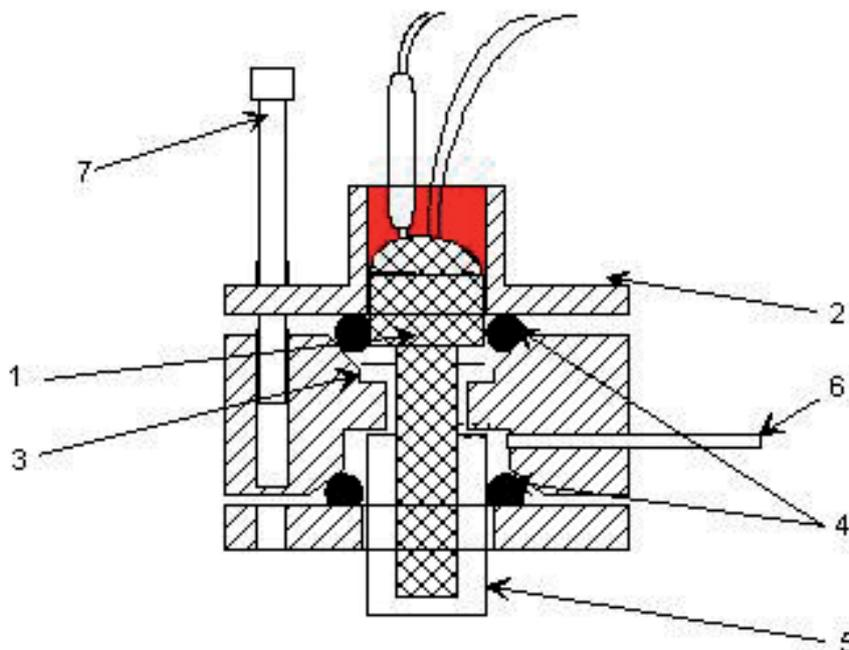

Рис. 16 Схема монтажа датчика MSRS анализатора XZR500
- Подсоедините датчик MSRS и кабель в соответствии со схемой (рис. 16).
- Установите чистую кабельную муфту с новым датчиком MSRS (номер 204 011) и новыми уплотнительными кольцами (номер 108 006). **ВНИМАНИЕ: головка датчика MSRS (1) должна остановиться у подшипника корпуса кабельной муфты (3). (См. рис. 16.)**